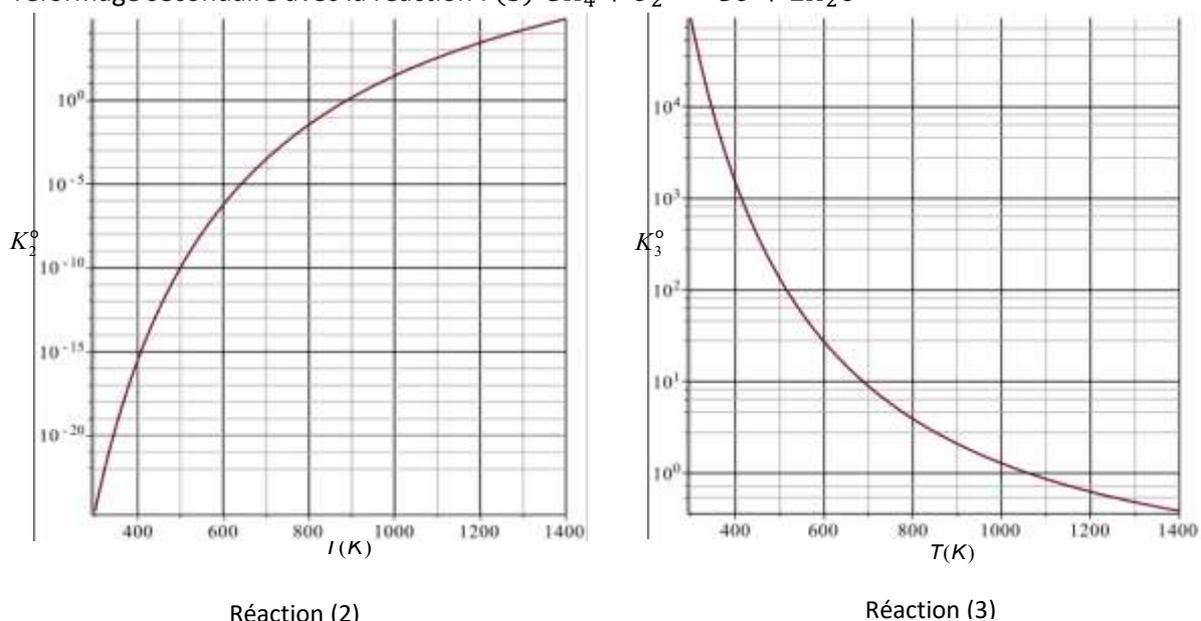

Figure 1. Evolution des constantes d'équilibre des réactions (2) et (3) en fonction de la température
La figure 1 donne l'évolution des constantes d'équilibre de chacune de ces réactions en fonction de la température. Une réaction parasite endothermique dont la température d'inversion est  $T_{i,4} = 921K$  peut aussi se produire, selon : (4)  $CH_4 = C + 2H_2$